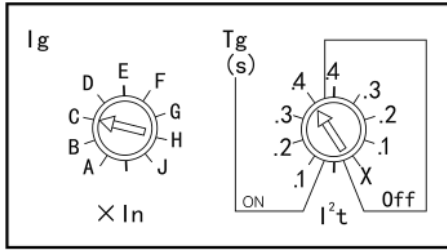

Рисунок 34
4.2.6.5 Настройка характеристик защиты от замыкания на землю согласно таблице 20, значение параметра  $I_g$ , смотри таблицу 21. Повернуть регулятор так, чтобы установить стрелку на регуляторе напротив необходимого значения тока и времени (рисунок 34).